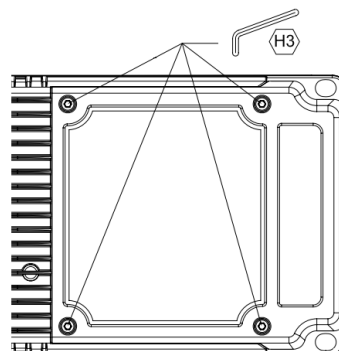

Рис.8
Подключение осуществляется через вводную коробку драйвера, установленного на прожекторе (рис.7). Для подключения прожектора к сети питания, необходимо открутить винты фиксации крышки вводной коробки (рис.8), снять крышку вводной коробки, продеть трехжильный кабель питания (L, N, PE) через кабельный ввод «А». Присоединить кабель к клеммам питания и заземления (L (LN) – коричневый, N (NT) - голубой, PE (PE1) – желто-зеленый). Затянуть кабельный ввод «А» с усилием 5 Н\*м. При межфазном подключении к сети 380В, использовать клеммы L (LN) и N (NT), L - L1, N - L2. Рекомендуемый диаметр кабеля питающей сети 13-18 мм. Сечение жилы 1,5-2,5 мм2.